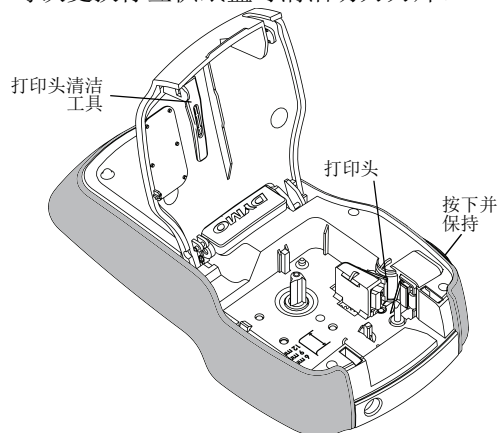

图 7
- 2 按下切刀按钮并保持在当前位置，以使切刀刀片露出。请参考图 7。
- 2 从标签舱盖内取出打印头清洁工具。请参考图 7。